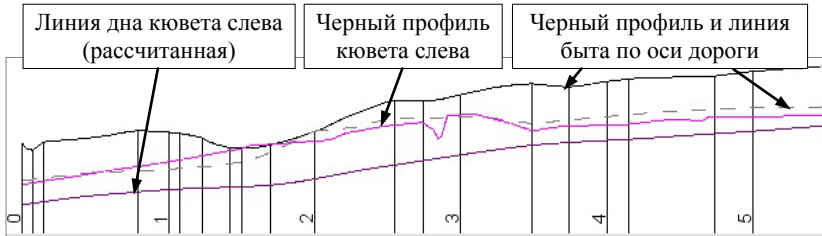

Рис. 21.5
5. Проанализировать полученный профиль кювета можно и визуально в окне Продольный профиль (рис. 21.5), но удобнее это сделать на основе данных, которые автоматически рассчитываются и заполняются в сетке **Кювет слева**.